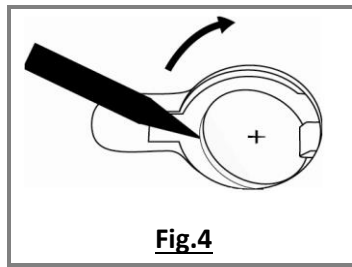

Fig.4
- c. Retirez la pile en introduisant la pointe d'un stylo à l'intérieur de l'espace comme illustré sur la figure ci-dessous. La pile se soulève et vous pouvez l'extraire (**fig.4**).